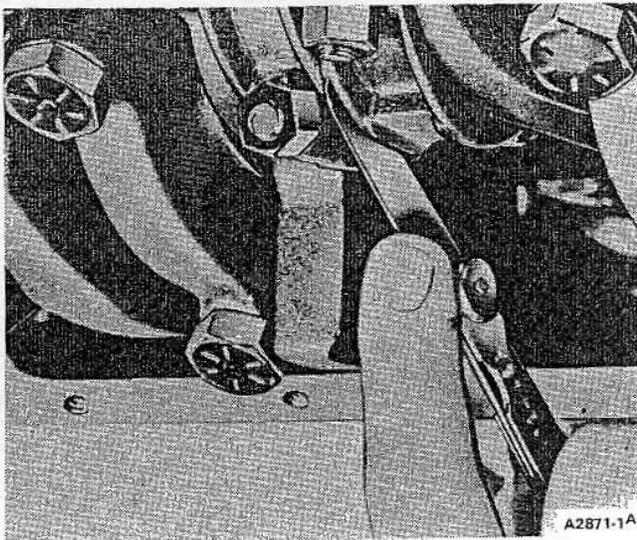

Fig. 42. Holgura Lateral de Biela
9. Después de haber instalado los pistones y las bielas, mida la holgura lateral entre la biela y el muñón del cigüeñal (Fig. 42).
- Después de haber instalado los pistones y bielas, mida la holgura lateral entre la biela y la cara del muñón del cigüeñal (Fig. 42).